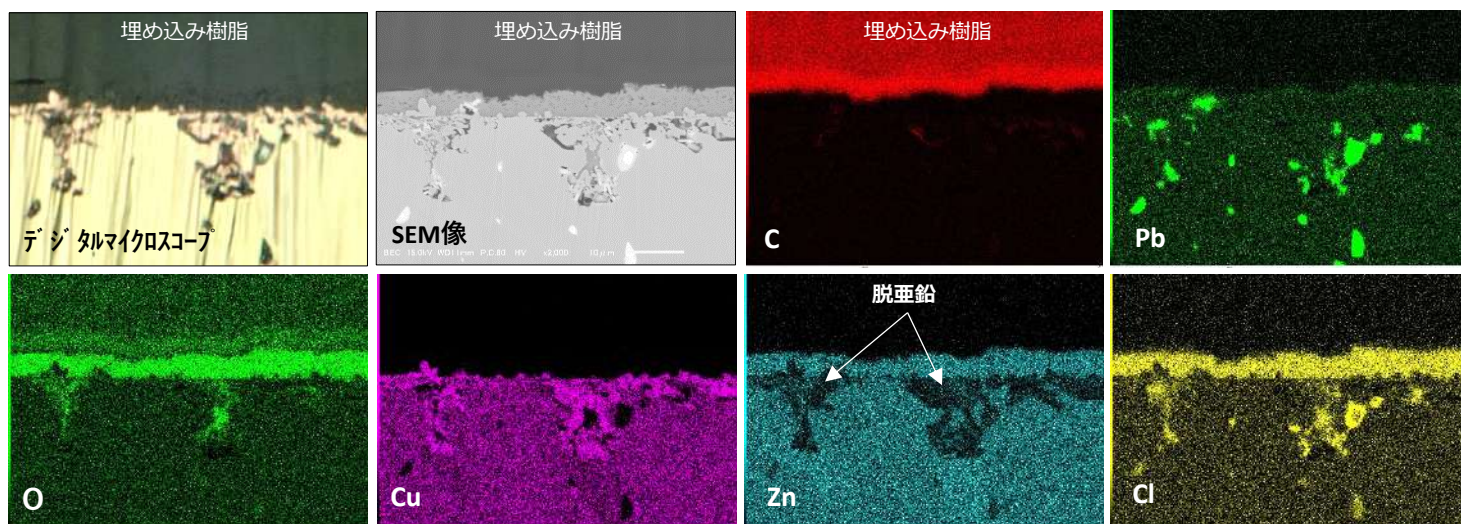

Fig.9 EDSによる元素マッピング
■ 脱亜鉛腐食が生じた断面での元素マッピングの結果、表面は亜鉛の腐食生成物で覆われていますが、脱亜鉛を生じた部分にはCu(銅)が分布していることが確認されました(Fig9)。